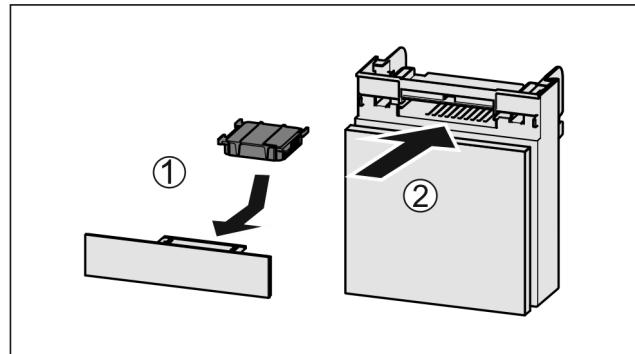

Fig. 186
- ▶ Aktivni ogleni filter vstavite Fig. 186 (1) skladno s prikazom na sliki.
- ▶ Predal potisnite noter Fig. 186 (2).